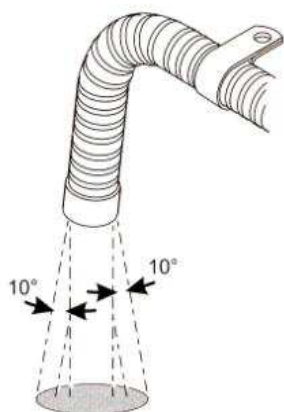

Рис. 23
4.6.6 В процессе работы печки выхлопная труба нагревается до высокой температуры. При установке убедитесь, что она проходит достаточно далеко от пластиковых частей или других частей корпуса транспортного средства обладающих небольшим тепловым сопротивлением. Выхлопная труба должна быть тщательно закреплена. Выхлопная труба должна быть расположена перпендикулярно поверхности дороги под углом $90^{\circ} \pm 10^{\circ}$. Для того чтобы гарантировать такой угол фиксирующий зажим должен располагаться на расстоянии 150 мм от конца трубы (Рис. 23).